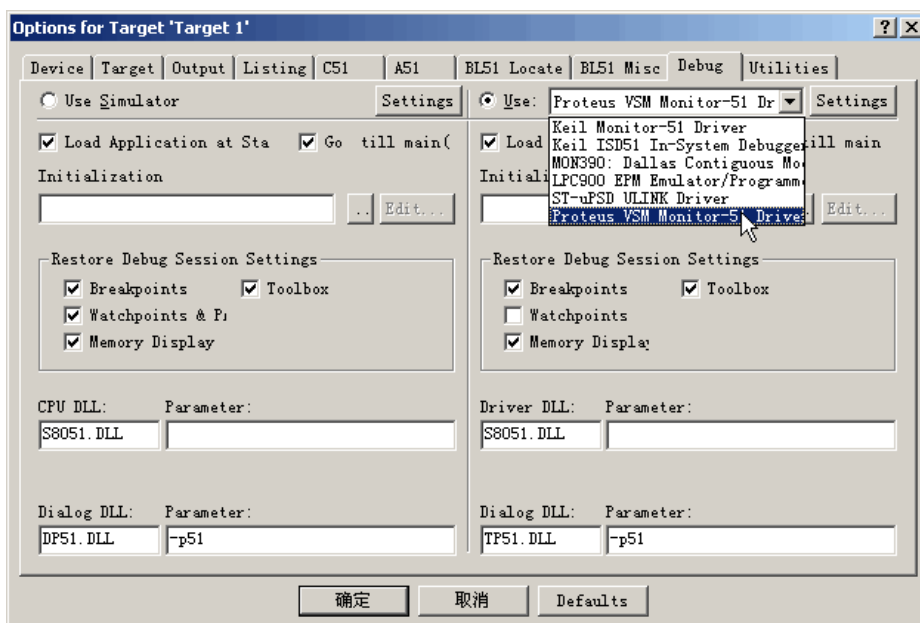

图2-16
- 3) 单击“Project菜单/Options for Target”选项或者点击工具栏的“option for target”按钮, 弹出窗口, 点击“Debug”按钮, 出现如图2-16所示页面。